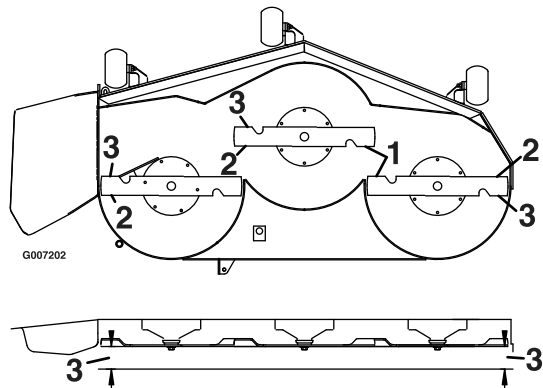

Figura 62
4. Misurate la distanza tra i taglienti esterni e la superficie piatta (Figura 62). Se entrambe le misure non rientrano nella tolleranza di 5 mm, è necessario eseguire una regolazione; passate alla procedura Livellamento.